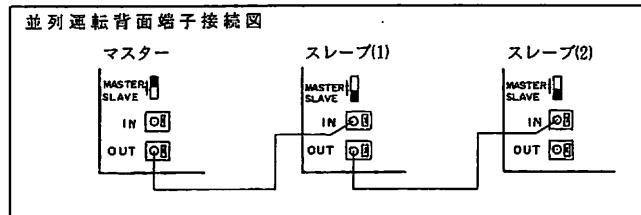

図18
- 3) 主機および従機背面の並列運転用端子(IN/OUT)を図18のように接続します。